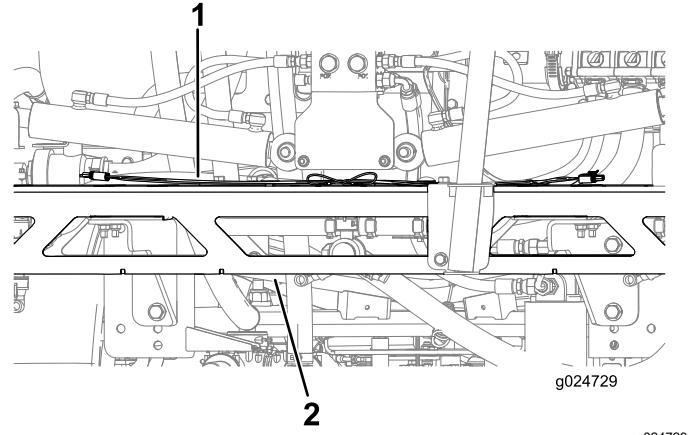

Bild 12
2. Verlegen Sie den Kabelbaum entlang des Auslegerrahmenkanals (Bild 12).